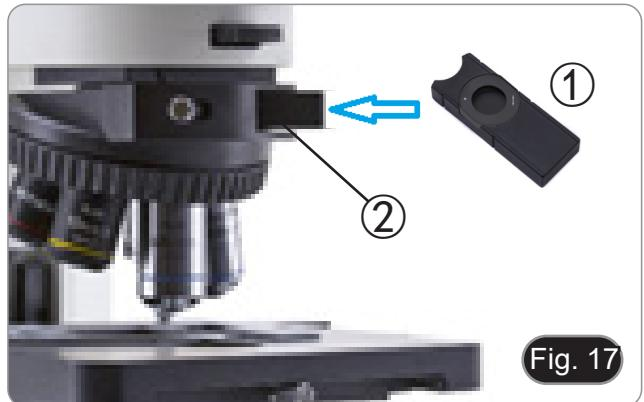

Fig. 17
2. Entfernen Sie den leeren Schlitten aus dem Revolver und setzen Sie den Analysator in das leere Schlitzengehäuse ein, dann setzen Sie die Baugruppe ① in den Schlitz ② ein. (Fig. 17)